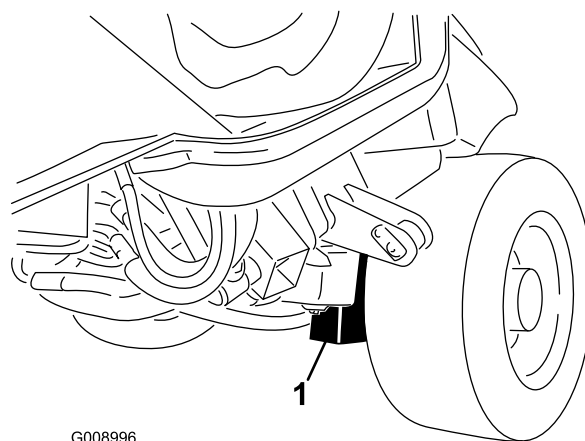

図 37
- ・ 機体前部：左右の駆動輪の内側のフレーム (図 37)。